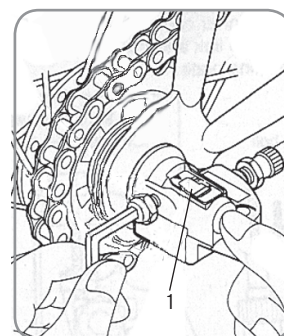

Figure 24. Dispositif de réglage du système 3 vitesses
2. Alignez l'indicateur affiché dans le regard du dispositif de réglage avec la ligne de la tige mobile (figure 24).